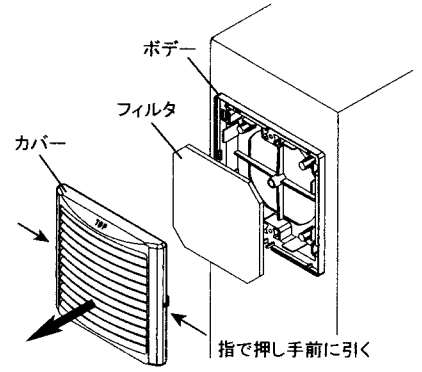

図11
- カバーの両側面を指で押して手前に引きカバーを取外すことにより、フィルタの取外しが可能になります。(図11)